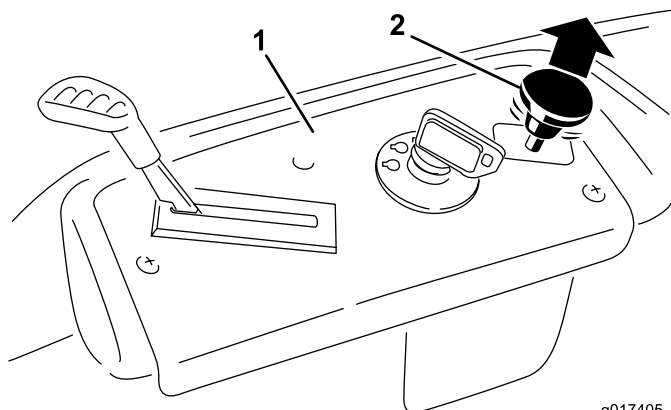

Figura 14
3. Tirate verso l'alto il comando delle lame per posizionarlo su On e innestare le lame (Figura 14).